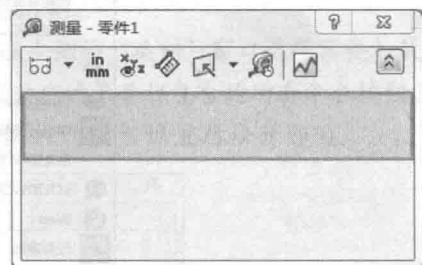

图 1-10 “测量”对话框
- ◆ 单击“工具”工具栏中“测量”按钮 ，或单击菜单“工具”→“评估”→“测量”，弹出“测量”对话框，如图 1-10 所示。